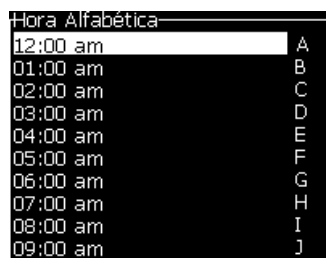

Figura 5-45: Configurar hora codificada
- 3 Selecione *Configuração da hora codificada* e pressione *Enter* para abrir a caixa de diálogo *Hora alfabética* (consulte Figura 5-45).